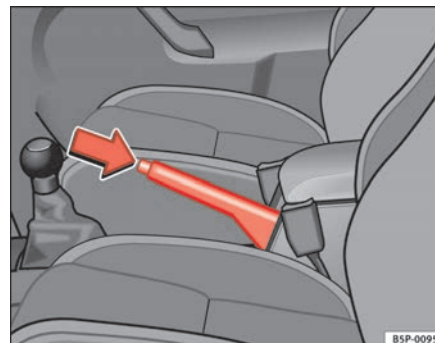

Fig. 105 Freno de mano entre los asientos delanteros
⇒ fig. 105.
- Tire ligeramente de la palanca hacia arriba, presione el botón de desbloqueo en la dirección de la flecha ⇒ fig. 105 y baje completamente la palanca ⇒ ⚠.